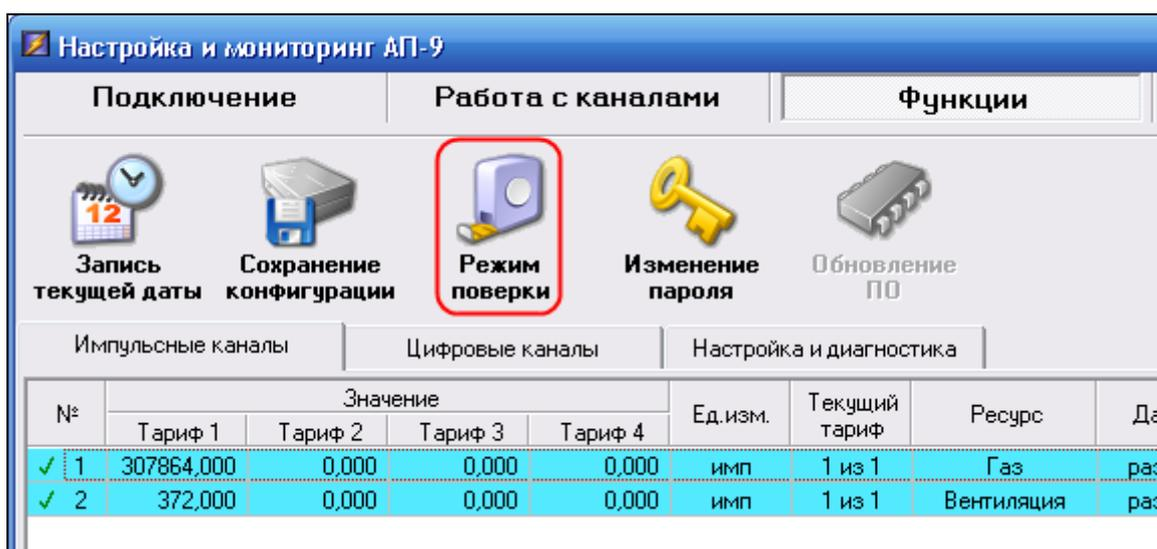

Рисунок 7. Выбор режима поверки импульсных каналов
- для включения режима поверки импульсных каналов выбрать в основном окне вкладку «Функции» на панели инструментов нажать кнопку «Режим поверки» (рисунок 7).